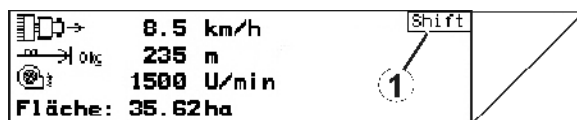

Рис. 10
- Если кнопка Shift активна, это отображается на дисплее (Рис. 10/1).